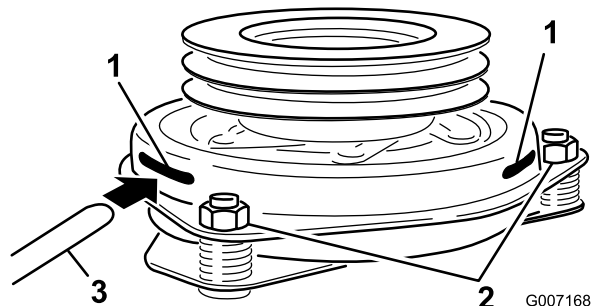

Figure 54
9. Insérez une jauge d'épaisseur de 0,381 à 0,533 mm (0,015–0,021 pouce) dans une fente d'inspection sur le côté de l'ensemble. Vérifiez qu'elle passe bien entre les surfaces de frottement de l'induit et du rotor (Figure 54).
10. Serrez les contre-écrous jusqu'à ce la jauge d'épaisseur fléchisse légèrement mais puisse bouger facilement dans l'entrefer (Figure 54).